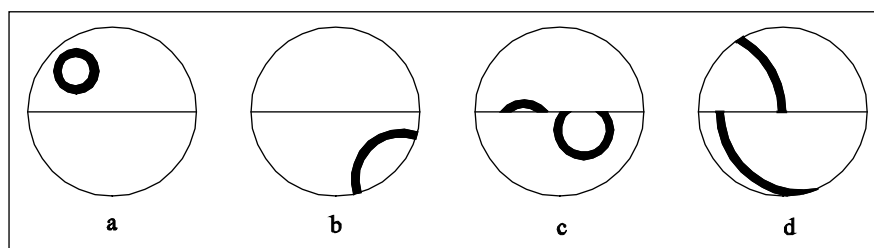

Рис. 7 Измерительные фигуры, требующие коррекции положения тонометра
- Если это условие не выполнено, то появляются такие изображения, как на Рис. 7. Для коррекции требуется соответствующая регулировка щелевой лампы и, следовательно, измерительной призмы, по вертикали и горизонтали.